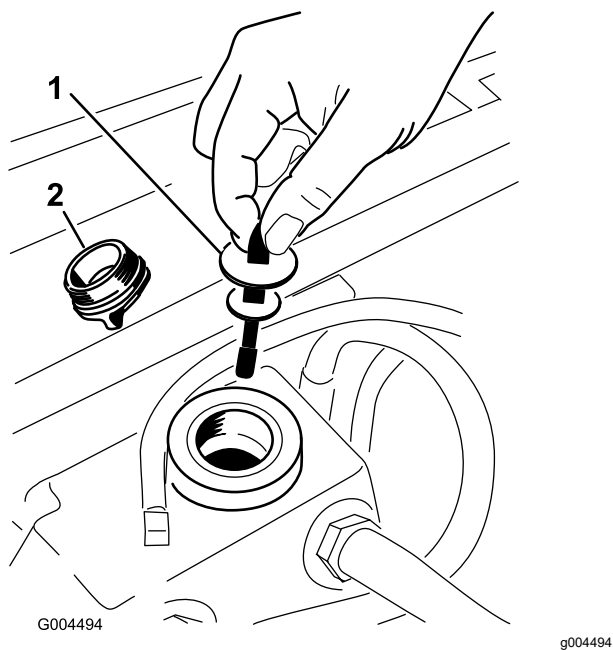

図 57
5. 油圧オイル給油口からキャップを取る 図 57。
6. ディップスティックを抜きウェスで一度きれいに拭く 図 57。
7. もう一度首に差し込んで引き抜き、オイルの量を点検する 図 57。